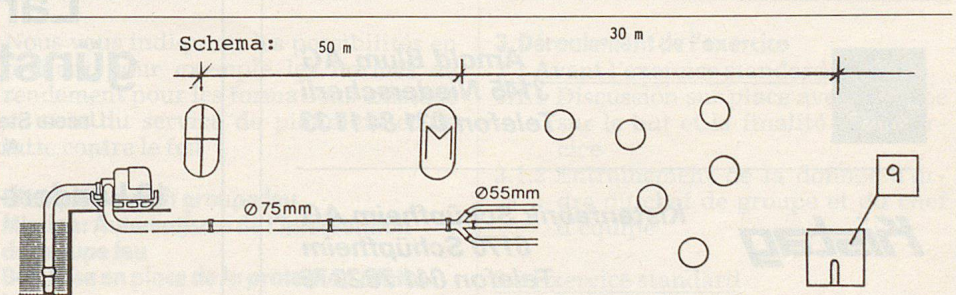

Abb. 3
- Beginn: Die Zeitnahme beginnt beim Materialdepot nach Erteilen des Vorbefehls. Siehe Abb. 3